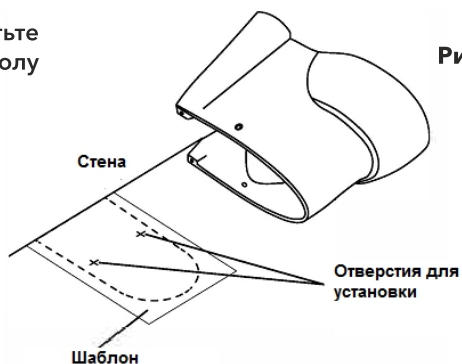

Рис. 7
2. Используя карандаш, отметьте места крепления унитаза на полу (рис. 7).